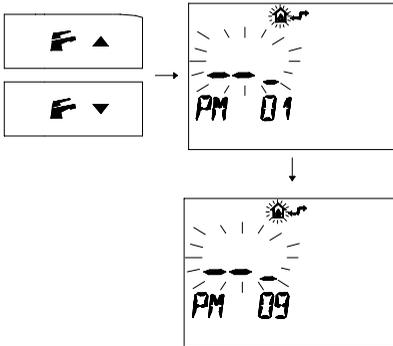

fig. 9.16
- 3 Premere i pulsanti  o  per visualizzare la programmazione "PM 09" modo spazzacamino (fig. 9.16)